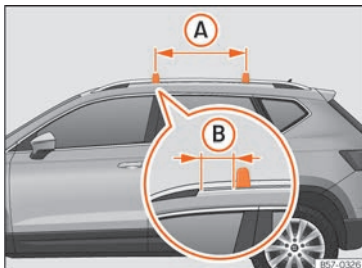

Fig. 182 Puntos de fijación de las barras longitudinales para el portaequipajes del techo.
Las barras transversales se montan en las barras laterales del techo. La distancia entre barras transversales » fig. 182 (A) deberá ser entre 70 y 90 cm y la distancia de las barras transversales con los soportes de las barras laterales del techo (B) deberá ser de 15 cm.